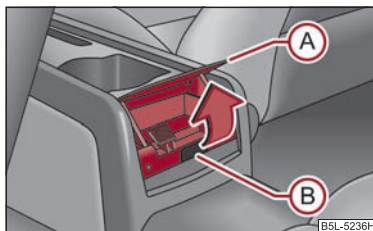

Fig. 90 Consola central baja: Cenicero trasero
- Debe asir la tapa del cenicero por el borde inferior (B) y abrirla en el sentido de la flecha ⇒ fig. 90.